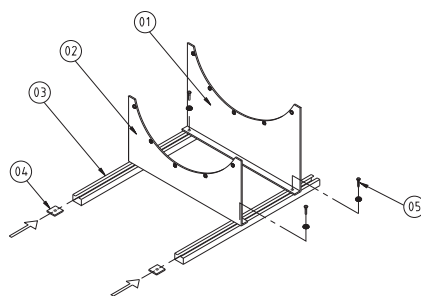

Fig. 4 Montagevoeten voor type ACP
De montagevoeten voor type ACP en ACG bestaan uit 2 montageplaten (fig. 4 pos. 01 en 02).